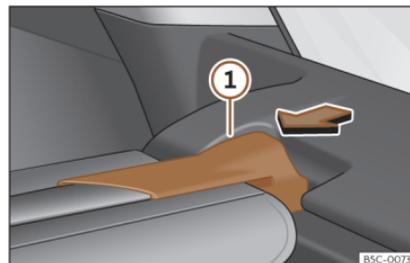

Fig. 120 En el maletero: desmontar la bandeja.
- Presione el soporte de la bandeja >>> **fig. 120** ① en el sentido de la flecha.
- Encaje el soporte de la bandeja»» fig. 120  en el alojamiento del otro lado.